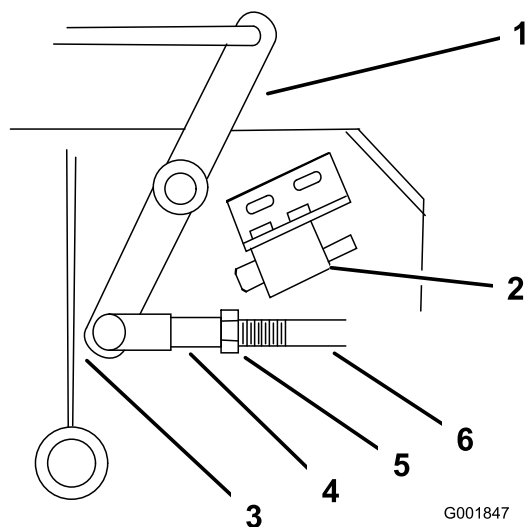

Figure 42
- Ajustez la longueur de la timonerie de sorte que l'extrémité la plus basse du levier coudé passe juste le gousset de support de l'essieu (Figure 42).
9. Desserrez l'écrou contre la chape (Figure 42).